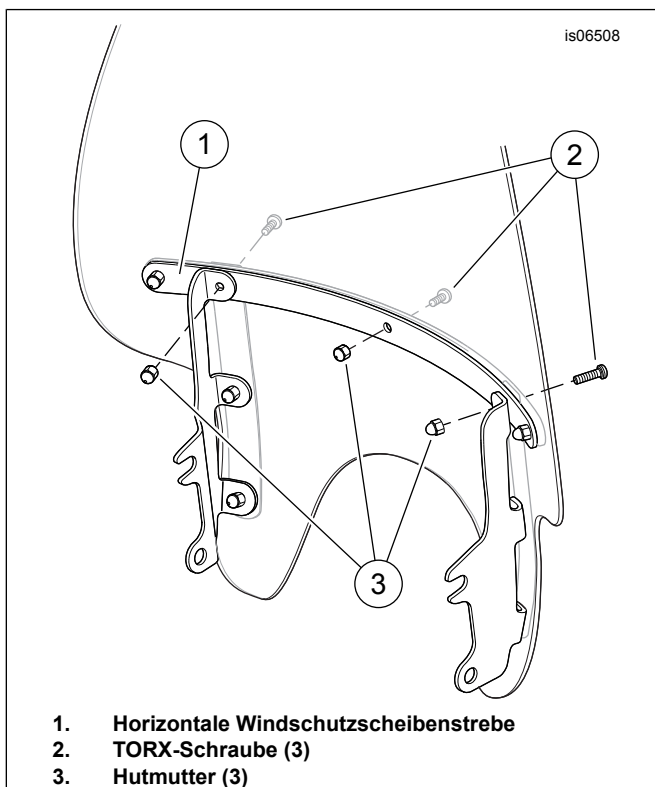

Abbildung 3. Obere Befestigungsteile der Windschutzscheibe entfernen (typisch)
2. Siehe Abbildung 3. Die Hutmutter (3) auf der Rückseite festhalten und die drei **innersten** TORX-Schrauben (2) entfernen, die die horizontale Windschutzscheibenstrebe (1) befestigen. Die Hutmutter für den Einbau aufheben. Die Schrauben entsorgen.